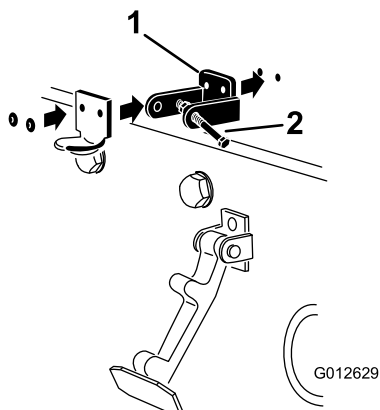

Рисунок 6
4. Выравнивая монтажные отверстия, поместите стопорный кронштейн и кронштейн фиксатора капота на капот (Рисунок 6).
6. Приклепайте кронштейны и шайбы к капоту (Рисунок 6).